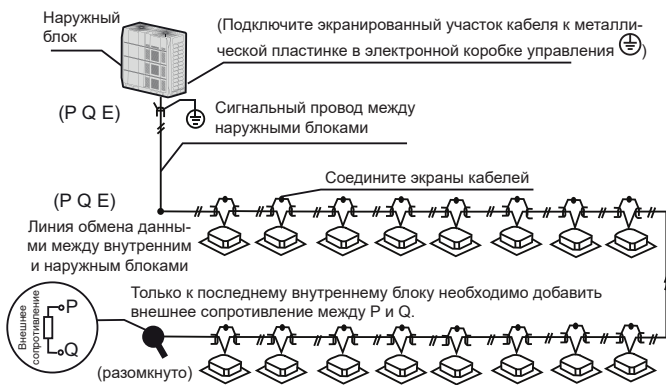

Рисунок 6.6
- Провода обмена данными между внутренним и наружным блоками должны быть подключены один за другим, образуя цепочку от наружного блока к последнему внутреннему блоку, их экранированная оболочка должна быть надежно заземлена, а к последнему внутреннему блоку для повышения устойчивости должно быть добавлено внешнее сопротивление (см. рисунок 6.6).